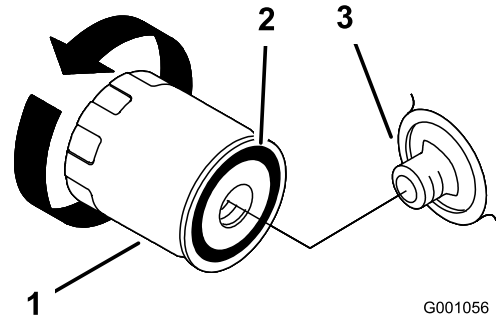

Рисунок 18
2. Снимите старый фильтр и протрите поверхность прокладки переходника фильтра (Рисунок 18).
3. Нанесите тонкий слой свежего масла на резиновую прокладку нового фильтра (Рисунок 18).
4. Установите сменный масляный фильтр на переходник фильтра, поверните масляный фильтр по часовой стрелке так, чтобы резиновая прокладка вошла в контакт с переходником фильтра, после этого затяните фильтр, повернув его еще 2/3 – 1 оборот (Рисунок 18).